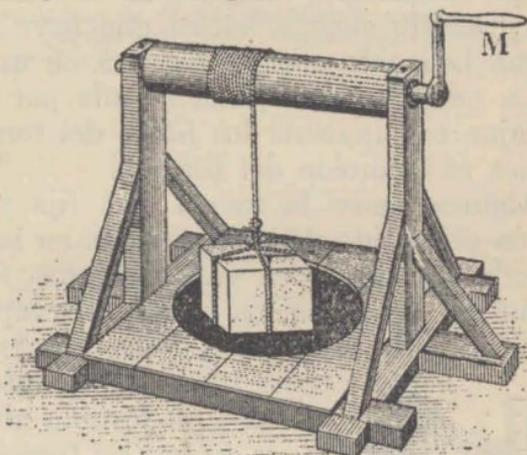

Fig. 20. — Torno.
62. Torno. — El torno (fig. 20) se compone ordinariamente de un cilindro terminado por dos muñones.